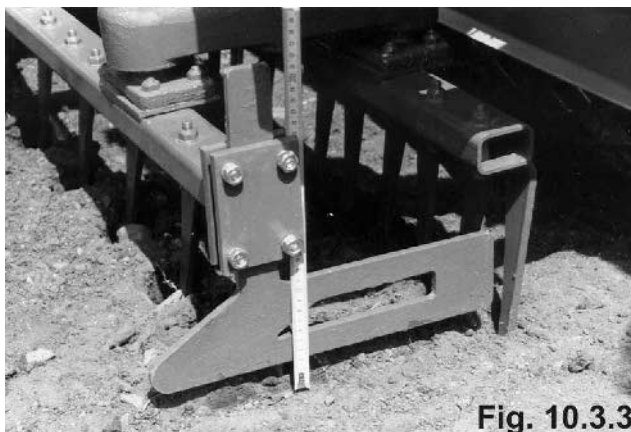

Fig. 10.3.3
- Ajustar la rascadera de forma que se encuentre 2 cm sobre el suelo (fig. 10.3.3),